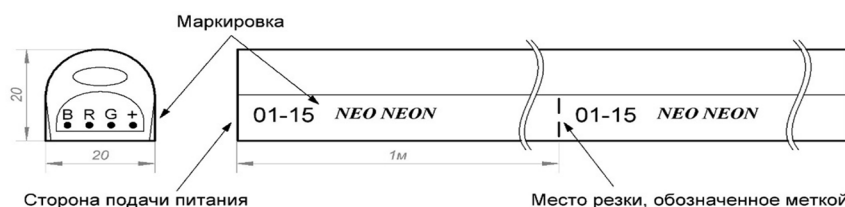
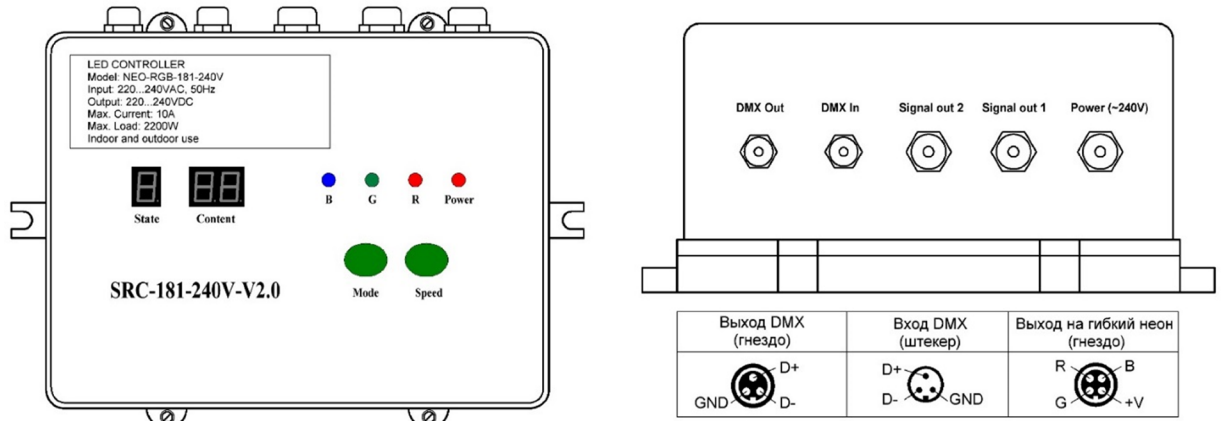

Рис.1. Расположение контактов и маркировка гибкого неона NEO-FX5050-B25-240V RGB.
Рис.2. Расположение органов управления, индикации и подключения
Для подключения гибкого неона к контроллеру используйте соединительный кабель с разъемом, поставляемый в комплекте с гибким неоном. Расположение контактов в начале и конце отрезка гибкого неона различается, поэтому подключение возможно только со стороны подачи питания. Перед включением контроллера определите сторону подачи питания (см. рис.1 и рис.2) и убедитесь в правильности соединения контактов R, G, B и +V.
- 7.6. Перед включением убедитесь, что гибкий неон подключен со стороны подачи питания (см.рис.1), соединения выполнены надежно, замыкания отсутствуют.